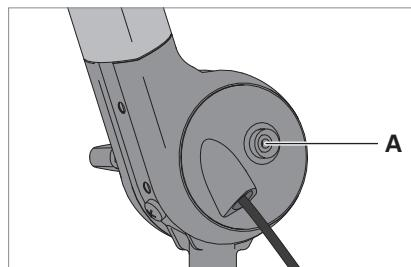

рис. 6: Кнопка для кабеля заземления.
- ▶ Подсоединить один конец прилагающегося кабеля заземления к кнопке **A** светильника, смотри рис. 6.